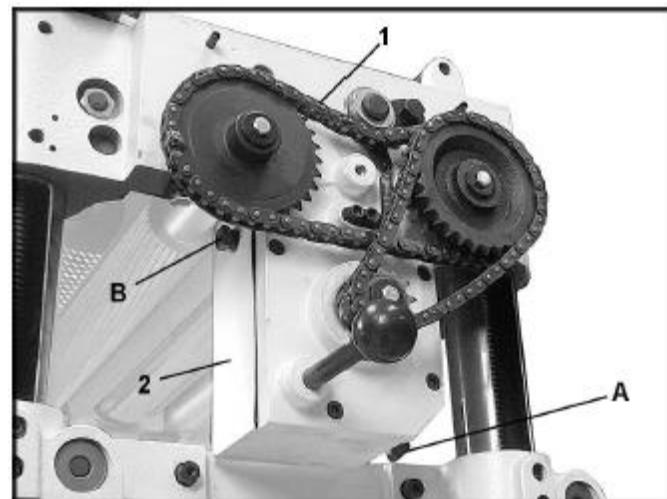

Рис. 33
1. Вывернуть сливную пробку (A, рис. 33) ключом на 14 мм. Полностью слить загрязнённое масло.
3. Отвернуть пробку заливного отверстия (B, рис. 33) и залить чистое масло в отверстие. Заливать до тех пор, пока масло не достигнет верха отверстия заливной пробки, уровень масла будет при этом правильный.
4. Ввернуть и затянуть пробку заливного отверстия (B, рис. 33).